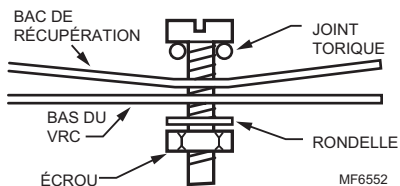

Fig. 8. Installation du tuyau d'évacuation.
3. Serrer l'écrou à la main. Voir la Fig. 8.